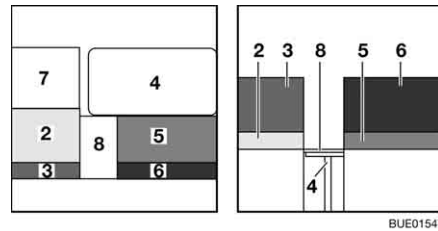

Fig. 143 Durante la transformación
- Girar la prolongación de caja de asiento (Fig. 143,8) hacia arriba y enganchar la misma en el asiento transformable.
- Girar la prolongación de asiento transformable (Fig. 143,7) hacia arriba y enganchar la misma.